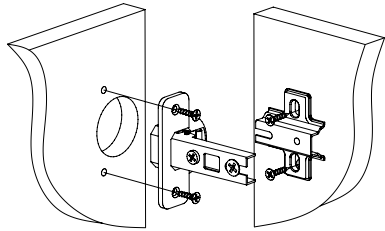

Рис.4
4. Установить петли в соответствующие отверстия дверей 12; закрепить ответные планки петель на деталях 1 и 2 (Рис.4).